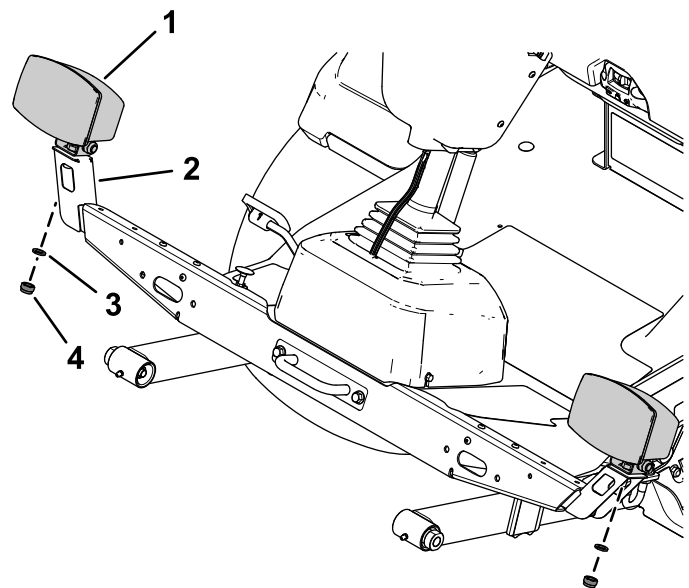

Figure 14
4. Fixez les phares gauche et droit sur les supports gauche et droit à l'aide de la rondelle frein et de l'écrou hexagonal de chaque phare (Figure 14).